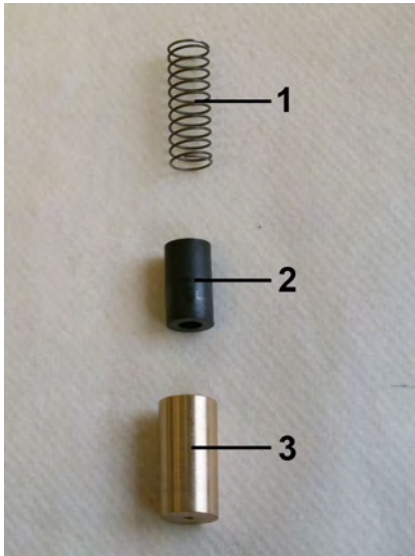

Abb. 26: Innenteile
4. ➔ Feder (Abb. 26/1) mit Magneten (Abb. 26/2) in den Schwebekörper (Abb. 26/3) einführen, dabei die Magnetpolung beachten (Nordpol in Richtung Geräteausgang)